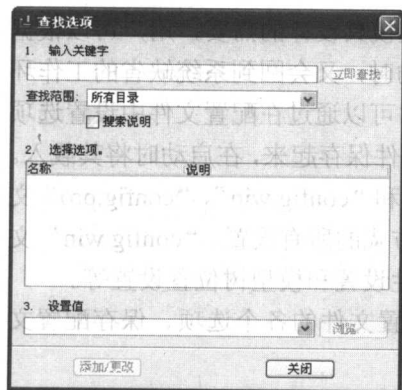

图 1-19 “查找选项”对话框
- **查找...** 按钮：单击该按钮，系统弹出图 1-19 所示的“查找选项”对话框。在该对话框中，可以通过输入关键字和通配符来搜索配置选项。